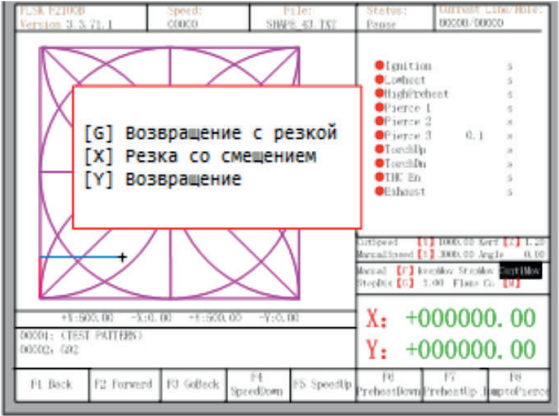

Рис. 24
- 1) Если в меню общих параметров у функции «перфорация кромки» стоит статус «Да» и следующая строчка G-кода – M07, система автоматически остановится. В это время резак можно вручную передвинуть в нужное положение и нажать «Старт», после чего система предложит варианты, как на рис. 24
- 2) Если процесс резки приостановлен из-за неисправности механизма или других причин, выдаст окно, как на рис. 24